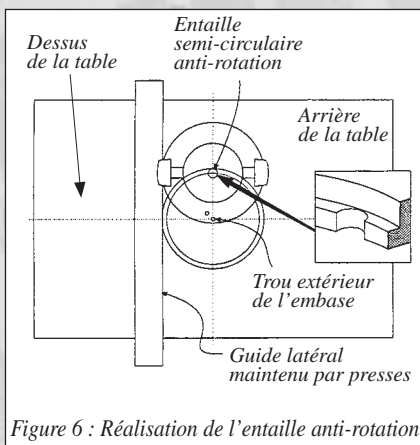

Figure 6 : Réalisation de l'entaille anti-rotation
8. Avant d'ôter la défonceuse, faites-la pivoter de façon à ce que la fraise se positionne à l'endroit qui sera l'arrière de la table. Maintenez la défonceuse en position à l'aide d'une presse en C puis faites « plonger » la fraise de manière à ce qu'elle effectue un demi-perçage exactement au fond de la feuillure (Figure 6).